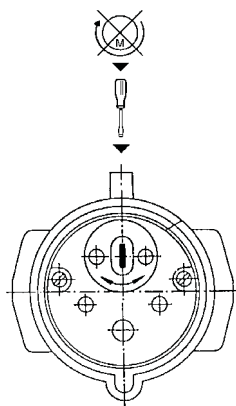

Fig. 3
- In questo caso è necessario comprimere l'**invertitore di fase** nella spina CEE con un cacciavite adeguato e ruotarlo di 180° (fig. 3).